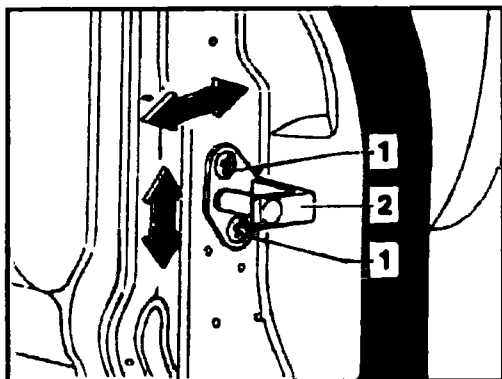

Рис. 10.23 Скоба замка двери
◆ Также необходимо регулировать положение скобы замка по горизонтали. Для этого болты крепления скобы (см. рис. 10.23) ослабьте настолько, чтобы скобу можно было двигать с небольшим усилием. Аккуратно закройте дверь и выровняйте ее в проеме. После этого осторожно дверь откройте и затяните болты крепления скобы.
- ◆ Ослабьте винты крепления скобы замка к стойке кузова (см. рис. 10.23).
Производится аналогично описанному выше (см. рис. 10.23). После регулировки винты крепления скобы затяните моментом 20 Нм